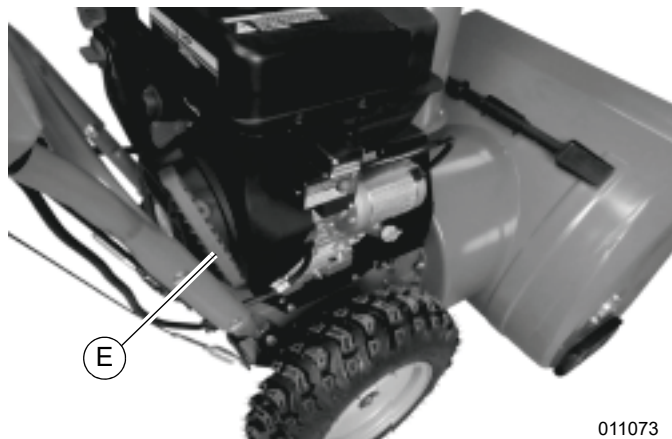

Figura 3-2. Cordón del arrancador
5. Presione y suelte el bulbo del cebador (D) tres veces.
6. Consulte la Figura 3-2. Jale lentamente el cordón del arrancador (E) hasta que sienta resistencia, y luego jale el cordón del arrancador rápidamente. El cordón del arrancador se devolverá a su posición cuando lo suelte.